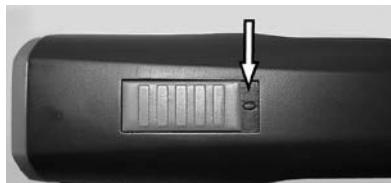

Abb. 4 Schiebeschalter in AUS-Position („0“)
1. Die Kontakte der Schermaschine (1) und des Akkus (2) auf Fremdkörper und Verschmutzung überprüfen.
2. Sicherstellen, dass der Schalterschieber der Schermaschine in Position AUS („0“) steht (Abb. 4).
3. Akku (2) in die Schermaschine (3) einschieben, bis die Akkuverriegelung (1) beidseitig eingerastet ist.
4. Schermaschine mit eingesetztem Akku (1) oder Reserve-Akku (2) von oben ohne Gewalt in die dafür vorgesehene Lademulde der Ladestation einsetzen.
6. Akku wird geladen. Während des Ladevorgangs leuchtet die Kontrolllampe (3) rot. Sobald der Akku min. 90 % geladen ist, wechselt die Kontrolllampe auf grün und die Ladestation schaltet auf „Erhaltungsladung“.
7. Das Ladegerät mit einer Hand festhalten und mit der anderen Hand die Schermaschine (1) oder den Akku (2) herausziehen.
1. Schiebeschalter auf Position „0“ schieben (Abb. 4).
2. Die Akkuverriegelung (2) beidseitig nach innen drücken und Akku (1) aus der Schermaschine ziehen.
3. Geladenen Akku (1) in die Schermaschine (2) einsetzen, bis die Akkuverriegelung beidseitig eingerastet ist.